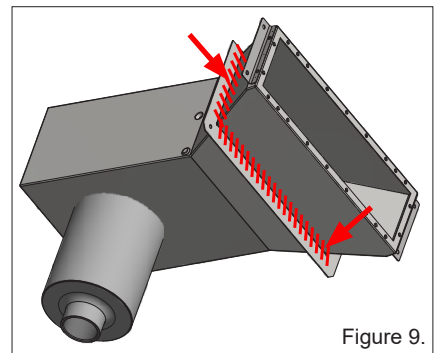

Figure 9.
2. Appliquez un composé d'étanchéité dans le raccord entre la bride de coulée et le carter du déversoir (voir figure 9).